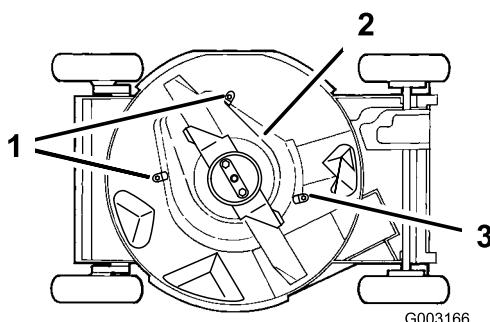

Figure 39
- Débloquez les pattes qui fixent le bouclier de BBC à la tondeuse en desserrant les écrous ou les boulons sur les pattes (Figure 39). Tournez les pattes à 180° pour les écarter.